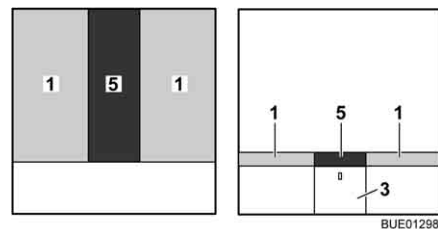

Bild 138 Nach dem Umbau
- Das Zusatzpolster (Bild 138,5) zwischen die Matratzen (Bild 138,1) legen.